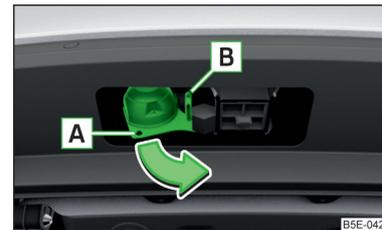

Abb. 299
- Die 13-polige Steckdose im Bereich **A** fassen und in Pfeilrichtung ausschwenken » Abb. 299.
- Die Abdeckkappe der Steckdose aufklappen und den Stecker des Anhängers (des Zubehörs) in die 13-polige Steckdose **A** einstecken » Abb. 299. (Wenn der Anhänger/das Zubehör über einen 7-poligen Stecker verfügt, ein entsprechendes Reduktionsstück aus dem ŠKODA Original Zubehör verwenden).